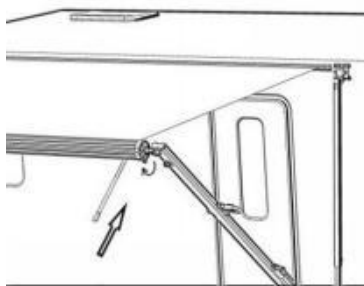

Figure D16
2.4 Tirare la cinghia del mulinello e spostare delicatamente la leva a cricchetto nella direzione indicata dalla freccia per invertire la direzione del nottolino in CHIUSURA; ritrarre lentamente il mulinello fino a completa retrazione. (Figura D16)